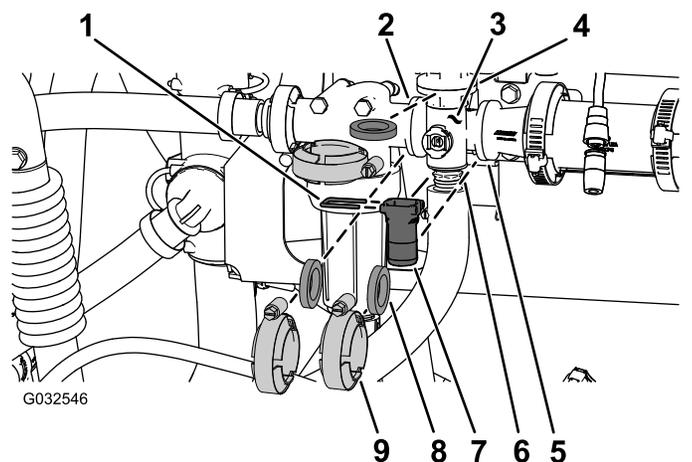

图106
1. 如图106所示，取下将搅拌阀歧管固定至搅拌旁通阀、压力式滤清器头、异径管连接头和安装座接头（搅拌节流阀）的夹具和垫片。